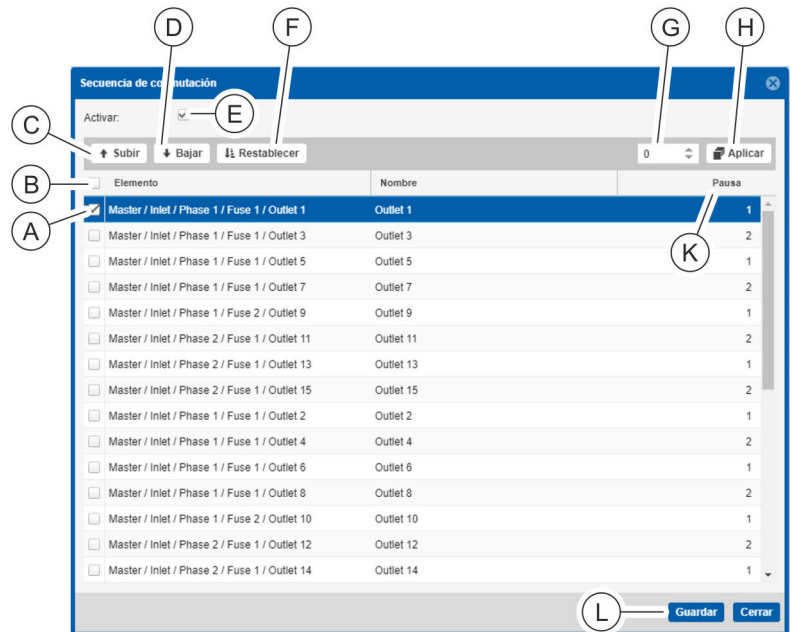

Fig. 143: Configurar secuencia de conmutación
1. ➔ A través del menú "Configuración" ➔ "Secuencia de conmutación" puede abrir la pantalla "Secuencia de conmutación" (Fig. 143).
2. ➔ En caso de necesidad, seleccione la casilla de verificación "Activar" para activar la secuencia de conmutación (Fig. 143/Ⓔ).
3. ➤ Clasifique los sockets en el orden deseado. Para ello, seleccione cada uno de los sockets a través de la casilla de verificación (Fig. 143/Ⓐ) y muévalos con los botones "Arriba" (Fig. 143/Ⓒ) y "Abajo" (Fig. 143/Ⓓ) o mediante Arrastrar y soltar.
4. ➤ Si es necesario, defina un tiempo de espera para cada uno de los sockets que se inicie después de que se hayan conmutado los sockets. Para ello, seleccione un socket de la lista e introduzca el tiempo de espera deseado en segundos en el cuadro seleccionado de la columna Pausa (Fig. 143/Ⓔ).
5. ➤ En caso de selección múltiple, introduzca un tiempo de espera en segundos en el campo de entrada (Fig. 143/Ⓕ) y acéptelo utilizando el botón "Aplicar" (Fig. 143/Ⓖ).
- ⇒ El tiempo de espera ajustado se muestra en la columna "Pausa" (Fig. 143/Ⓔ).
6. ➤ Si es necesario, haga clic en el botón "Restablecer" (Fig. 143/Ⓗ) para reorganizar la lista de sockets y restablecer el tiempo de espera.
7. ➤ Guarde la configuración con el botón "Guardar" (Fig. 143/Ⓖ).